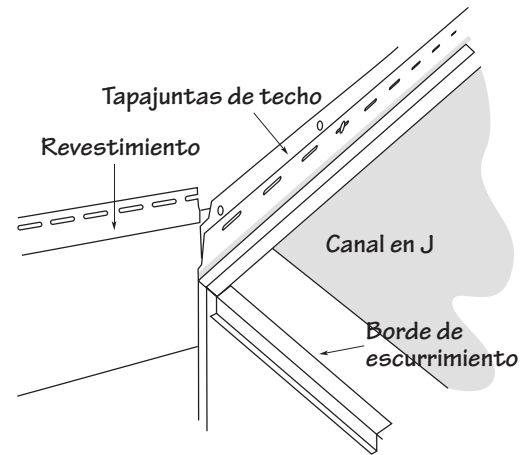

Figura 44.
- Corte el siguiente tramo de revestimiento, verificando que el traslape vertical quede detrás del tapajuntas de techo y del canal en J (Figura 44).